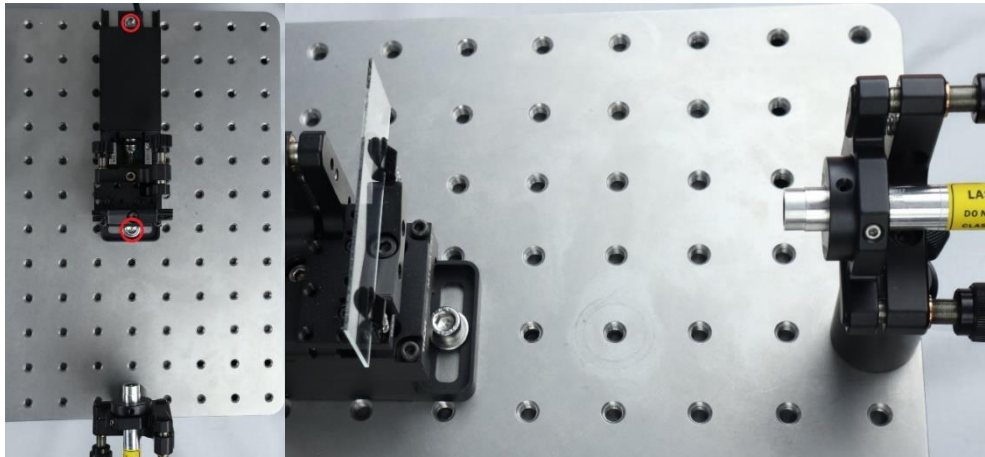

Abbildung 4: links: Position der motorisierten Stage; rechts: Objektträger im Probenhalter der motorisierten Stage
3. Schrauben Sie die motorisierte Stage 5 Löcher entfernt vom Laser auf dem Breadboard fest (s. Abb. 4 - links).
4. Befestigen Sie einen Objektträger im Probenhalter der motorisierten Stage, wie in Abbildung 4 rechts gezeigt. Kontrollieren Sie die Position des Laserreflexes mit den Stellschrauben am Probenhalter, sodass der Reflex zurück in die Öffnung des Lasers fällt.